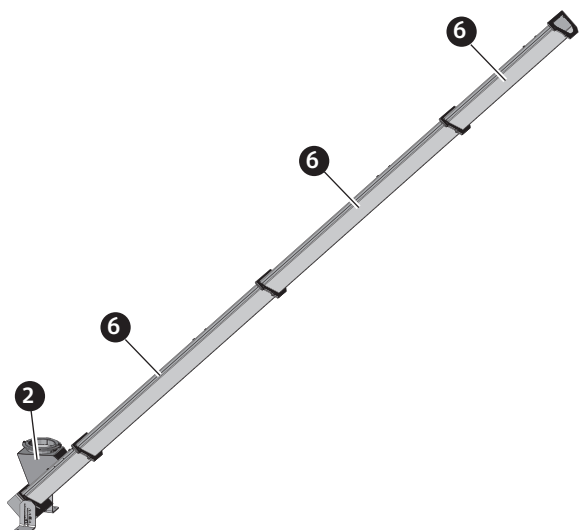

Fig. 141 Übergabesteig-/zwischenschnecke [2] und Schneckenverlängerungen [6] montiert
- Übergabesteig-/zwischenschnecke [2] und Schneckenverlängerungen [6] zusammenbauen, Verbindungsstücke bei Schnecke vorher einfetten (siehe auch Montagehinweise bei Pkt. 13.8.3 und 13.8.4) – Fig. 141.